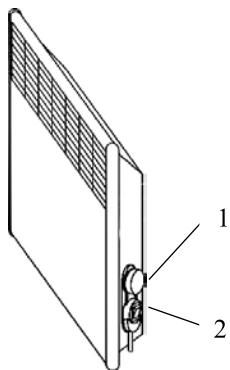
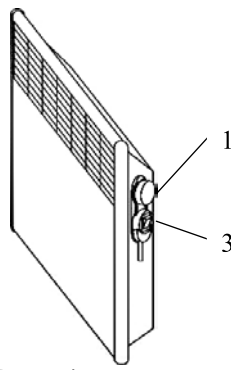

Рис. 5 Розміщення органів керування конвекторів IP20
Рис. 6 Розміщення органів керування конвекторів IP24
4.8 Переведіть клавiшу вимикача (клавiші ступінчастого регулятора потужності) у відключене положення «0», ручку термостата встановіть в положення «*» (сполучіть знак «*» на ручці з міткою на корпусі конвектора або блоку керування). Конвектор готовий до роботи (розташування органів керування конвектором наведено на рис. 5, 6).
Включати й експлуатувати конвектор дозволяється тільки в положенні, вказаному на рис.5, рис.6 (повітрязабірною решіткою вниз). При першому включенні конвектора можливий запах від випаровування консерваційних матеріалів. Рекомендується провітрити приміщення.